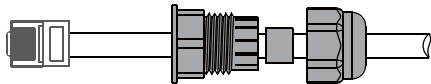

Figure 4.6-4 Fermeture à distance du raccordement du câble
Étape 3-2 : Pour l'arrêt à distance. Faites passer le câble à travers la plaque métallique, puis câblez à partir des broches 5 et 6. Le Tableau 4.6-1 décrit la définition du port 6 broches, le câblage est illustré en Figure 4.6-4.